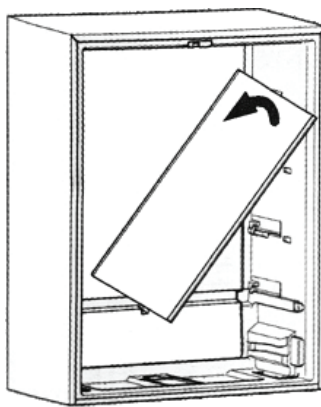

Рис. 2
2. Приподнимите одну из сторон полки вверх и поверните ее в направлении стрелки, прежде чем извлечь (рис. 2).